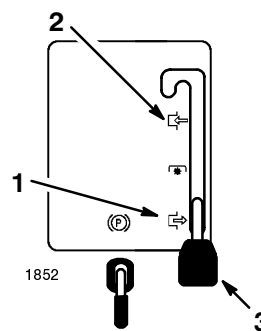

Bild 7
3. Stellen Sie den Zapfwellenantrieb auf Auskuppeln (Bild 7).